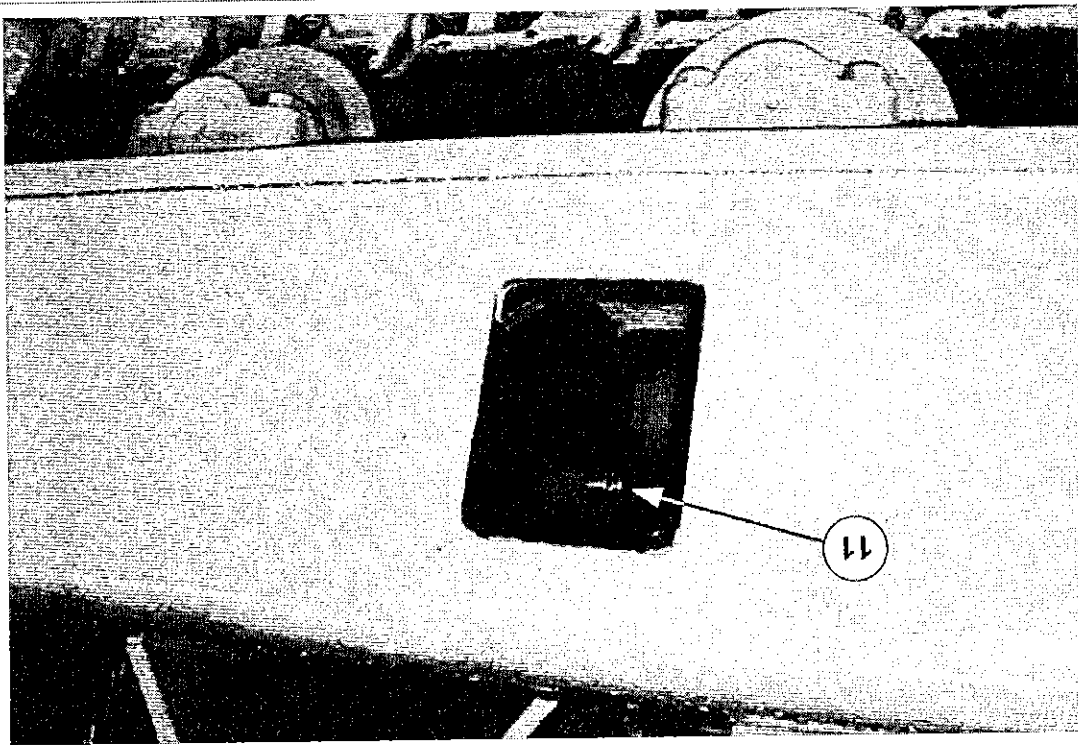

Fig. 8-10
- 13) Tensionamento cingoli fig. 8-10 q.tà 2